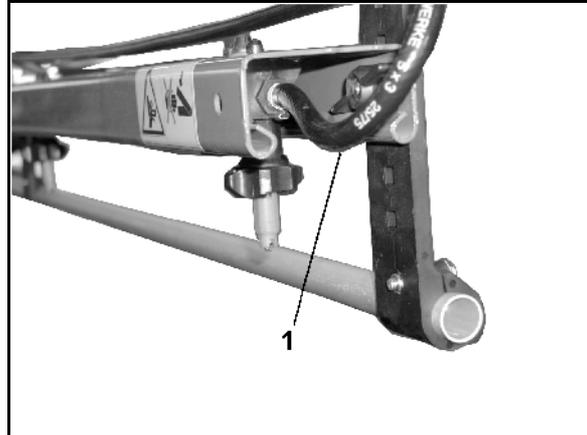

Fig. 85
- ermöglicht bei eingeschaltetem Druck-Umlauf-System einen ständigen Flüssigkeits-Umlauf in der Spritzleitung. Hierzu ist jeder Teilbreite ein Spülanschluss-Schlauch (Fig. 85/1) zugeordnet.
- ein Spülanschluss-Schlauch (Fig. 85/1) pro Teilbreite.